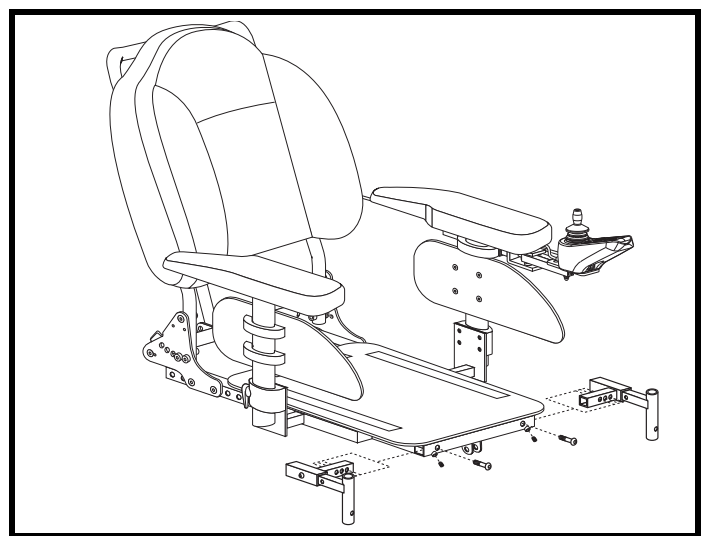

Abb. 15. Einstellung der Fußstützenbreite
2. Lösen Sie die Befestigungselemente der Fußstützenhalterung. **Siehe Abb. 15.**